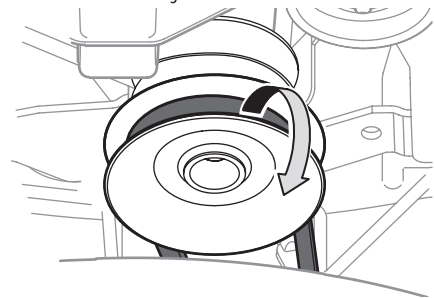

Figure 29
4. Dégagez la courroie de la prise de force de la poulie motrice du tracteur. Voir la Figure 29.
3. Dégagez la courroie de la poulie d'entraînement de la p. d. f., comme à la Figure 29. Roulez un côté de la courroie pour la dégager de la poulie, puis continuez jusqu'à ce qu'elle soit complètement dégagée de la poulie.
9. Faites passer la courroie du plateau de coupe dans le support du guide de courroie, puis sur la poulie d'entraînement de la prise de force comme à la Figure 29.